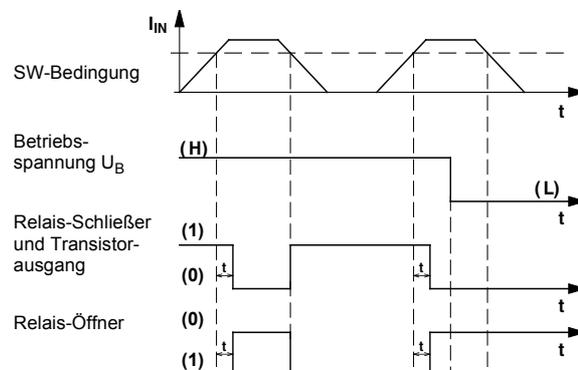

Bild 6 Funktionsdiagramm: Ruhestromgesteuert bei Schwellwert-(SW-)Überschreitung
- zu Bild 6: Drehen Sie das Schwellwert-Potentiometer so lange, bis die gelbe LED „SW“ erlischt.